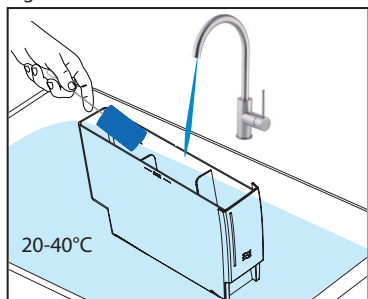

Fig. 2
2. Vask vanntanken med rent vann, 20–40 °C . Bruk et næringsmiddelgodkjent rengjøringsmiddel ved behov. (Se fig. 2)